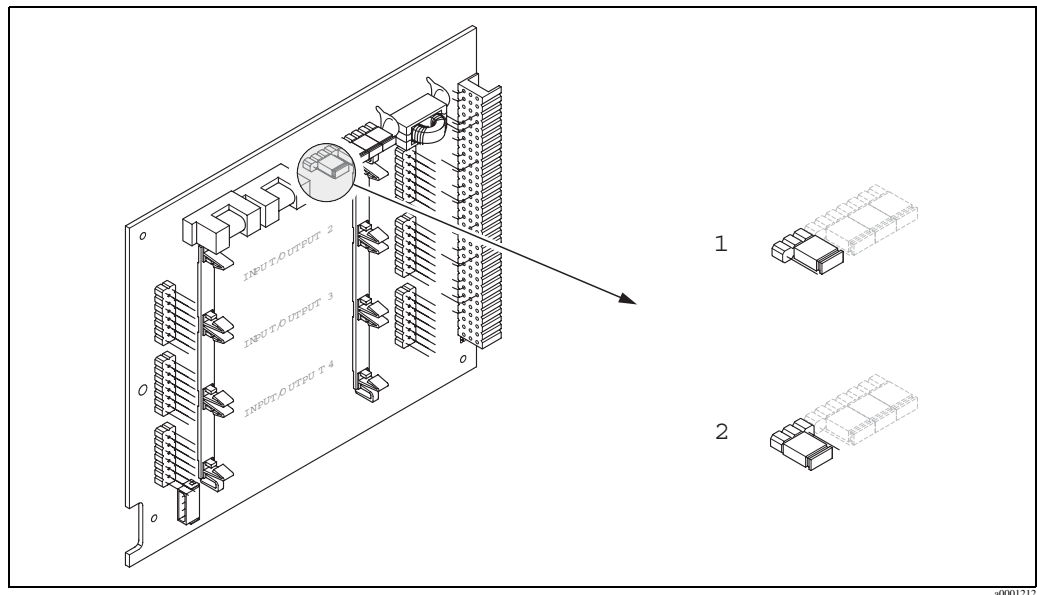

Fig. 29: Trocando a proteção escrita "on" e "off" da HART
3. Como o SLOT é possível trocar a proteção escrita "on" e "off" da HART (→ Fig. 29).